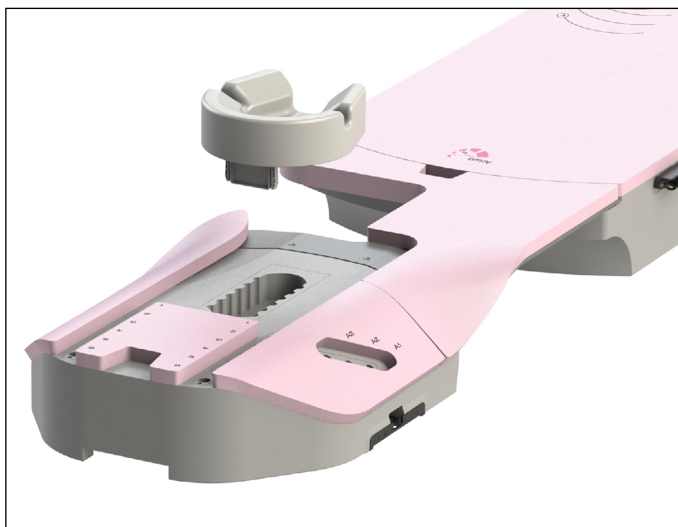

Figure 11
2. Insérer la pièce d'alignement en plastique dans la fente adéquate à l'extrémité supérieure du dispositif. (Figure 11)